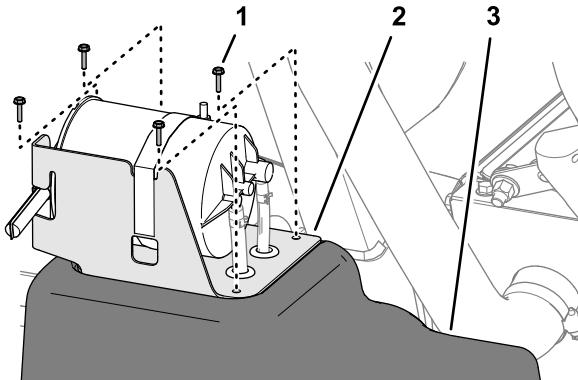

Figura 83
2. En el depósito de combustible, retire los 4 tornillos (N.º 10 x $\frac{3}{4}$ ") que sujetan el soporte del cartucho de carbón a la parte superior del depósito de combustible (Figura 83).